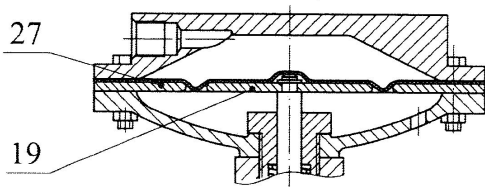

Рисунок 4
9.1.3 Механизм настройки ПЗК 2, рисунок 4, состоит из корпуса 15, в котором совмещены регулировочное устройство и устройство срабатывания.
После перепуска и установления необходимого давления в зоне контроля, оттянуть боёк 33, рисунок 4, с помощью колпачка 41 до зацепления, и повернуть рукоятку 3 дальше до ее фиксации.
- при повышении или понижении контролируемого давления до заданного значения происходит перемещение штока 20, рисунок 4, вниз (при повышении) или вверх (при понижении), что приводит к поворачиванию рычага 35 и освобождению бойка 33 из зацепления;
### 9.2.2 Наладка механизма настройки ПЗК, рисунок 4: